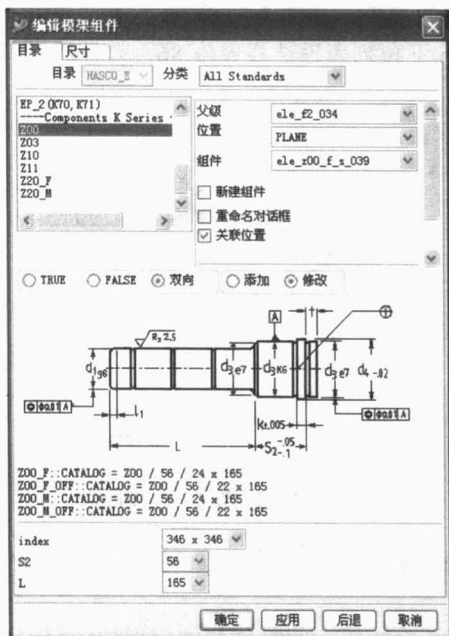
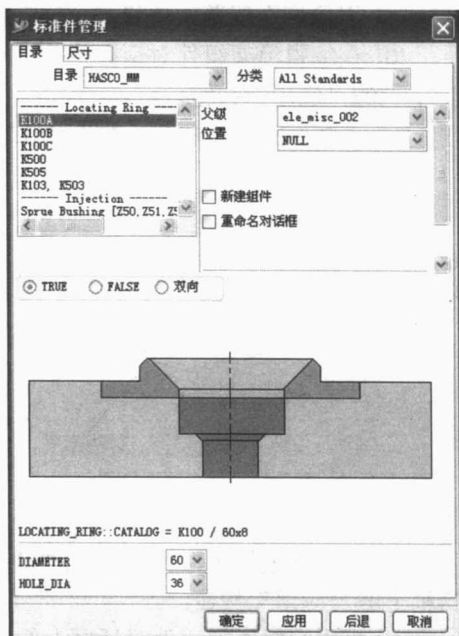

图 1-35 编辑模架组件对话框
图 1-36 标准件管理对话框
- ⑩ 在工具栏上单击“模架”按钮，在弹出的对话框上单击“编译组件”按钮.
- ⑪ 隐藏模板，然后选择导柱。在编辑模架组件对话框上设置 S2: 56, L 为: 165, 如图 1-35 所示。
- ⑫ 单击“确定”按钮，完成导柱长度的修改。
- ⑬ 在模架管理对话框上单击“取消”按钮。
- (2) 添加定位环
- ① 在工具栏上单击“标准件”按钮.
- ② 在分类下拉列表框中选择 All Standards, 如图 1-36 所示。